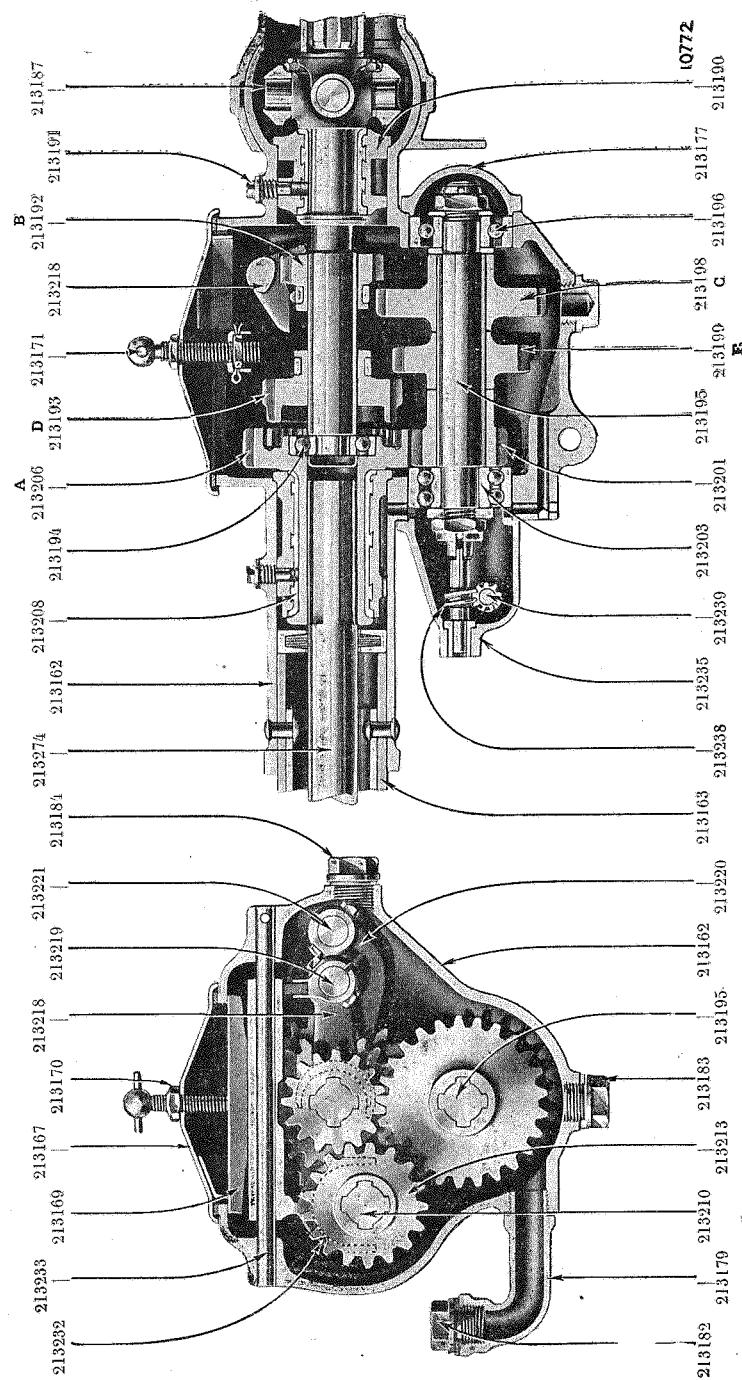

Fig. 25. — Coupe des changements de vitesse.
a. Description (fig. 25).
LÉGENDE FIGURE 25.